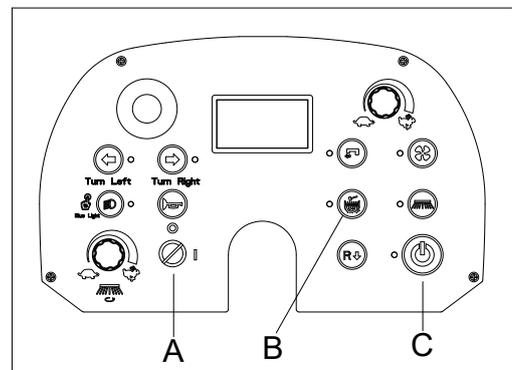

Рис. 16
8. Нажмите кнопку быстрого запуска (С, рис. 16), чтобы выключить все функции (вакуум, основная щетка/боковые щетки и насос), после чего основная щетка и боковые щетки поднимутся.
9. Нажмите кнопку встряхивателя фильтра, чтобы включить встряхиватель фильтра (В, рис. 16)
11. Поверните ключ зажигания (А, рис. 16) в положение «O» и извлеките его.